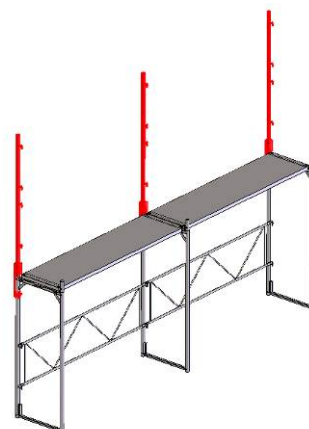

Fig. 8
2. Monter les supports (art. n°S559.200, supports pour 2 garde-corps, renforcés, avec colliers et encoches pour plinthes) et les fixer au cadre de l'échafaudage avec les colliers. (fig. 8)